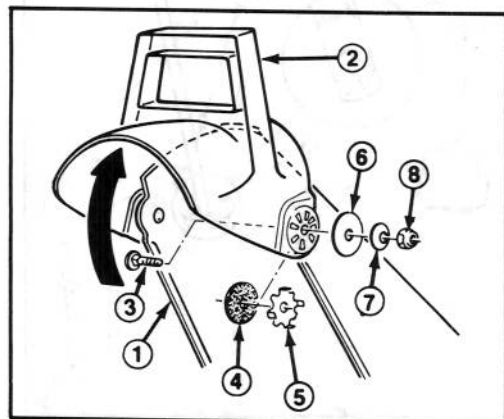

Abbildung 11
2. Die linke Seite des Ablenkblechtes am Auswurf mit Schloßschraube, Gummiunterlage, Spannscheibe, Unterlegscheibe und Kontermutter befestigen. Beachten, daß Gummiunterlage und Spannscheibe zwischen den Auswurf und das Ablenkblech, und Spannscheibenzungen in die Löcher des Ablenkblechtes kommen. Siehe Abbildung 11 für Installation in richtiger Reihenfolge.